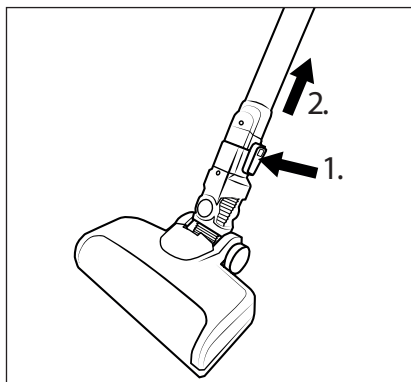

Fig. 12
- ♦ For at fjerne gulvbørsten ❷ fra sugerøret ❸, skal du trykke på oplåsningsknappen til gulvbørsten ❹ og holde den nede og tage sugerøret ❷ ud af gulvbørsten ❷ (se fig. 12).